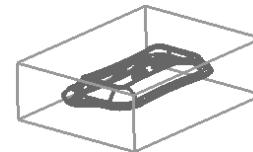

图 1.23 模具工件
Step6. 单击 **<确定>** 按钮，完成如图 1.23 所示拉伸特征的创建。